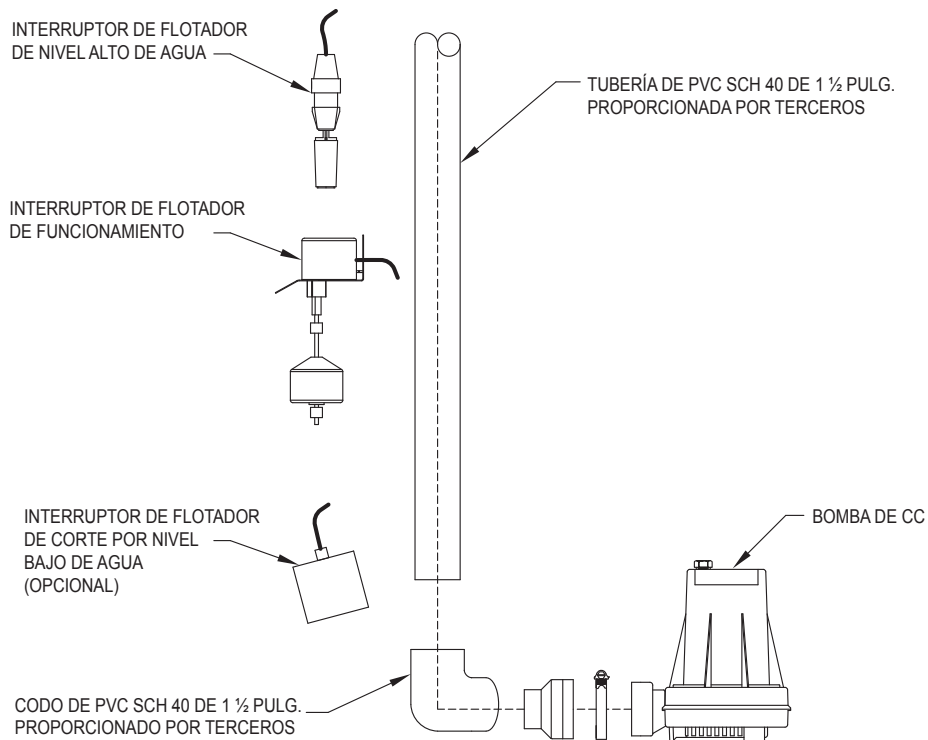

FIGURA 5
8. Monte los componentes del flotador de funcionamiento según se ve en la Figura 5. Instale interruptores de flotador como se ve en la Figura 1.